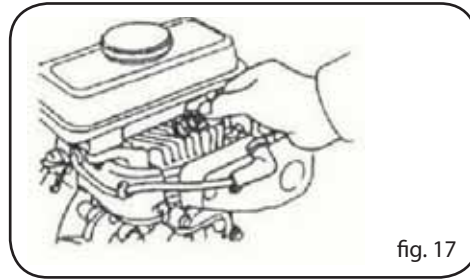

fig. 17
4. Controllare che la guarnizione sia in buone condizioni, in caso contrario sostituirla. Avvitare la candela dapprima manualmente per non danneggiare la filettatura (fig. 17).